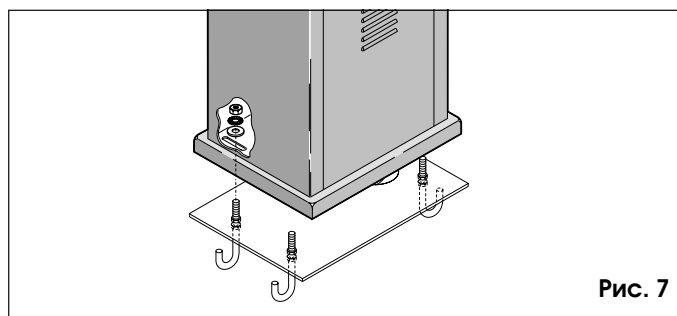

Рис. 7
- 1) Снимите корпус (2, рис. 2) и установите двигатель редуктора на монтажное основание. Установите, не затягивая, шайбу, резную шайбу и гайку как показано на рис. 7.